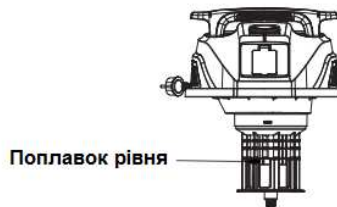

Рисунок 5.
4.4 Робота в режимі прибирання вологих відходів, води (рисунок 5).